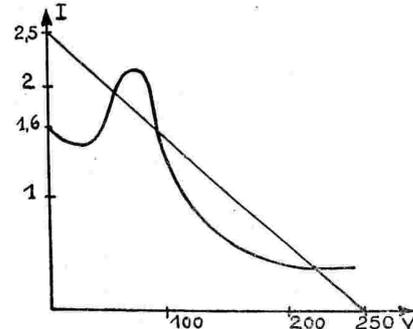

Fig. 3
1), puisqu'il y a 160 volts à perdre sous 1,6 mA. En fait, un tel procédé risque de conduire à des surprises... Le courant  $G_2$  d'une tétrode varie en fonction de la tension suivant une courbe assez insolite. Les lampes à écran présentent un « accident » dans leurs courbes  $I_p = f(V_p)$ , accident qui se traduit par la célèbre partie plongeante à résistance négative. Mais l'émission cathodique reste sensiblement constante. Or, le courant  $I_c$  est égal à la somme  $I_e + I_p$ . Il en résulte que la courbe de  $I_e$  est symétrique de  $I_p$  par rapport à un axe horizontal, et on trouve une caractéristique analogue à celle de la figure 3 pour telle valeur de polarisation. Menons par le point + 250 une droite de charge de pente 0,1 MΩ ; celle-ci coupe la courbe en trois points. La tension écran peut prendre trois valeurs,